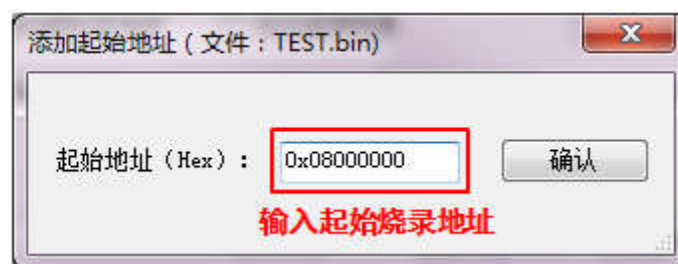

图 2.4-7 填写烧录起始地址并确认
- 3) 指定要烧录的起始地址，所选择的开发板例程的起始地址为 0x08000000，输入后点击“确认”（如果在上一步选择了 TEST.hex，这一步就会被跳过，而不需要填写烧录起始地址），如图 2.4-7 所示：